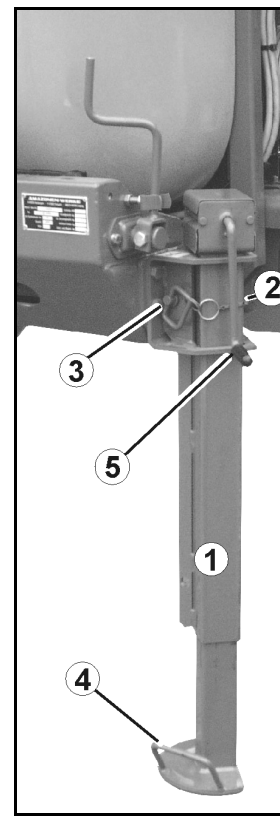

Fig. 40
Picior de sprijin cu manivelă (Fig. 40/1):
1. Desfaceți șplintul (Fig. 40/2).
2. Scoateți bolțul (Fig. 40/3).
3. Ridicați / coborâți piciorul de sprijin prin intermediul mânerului. (Fig. 40/4)
5. Cu manivela (Fig. 40/5)